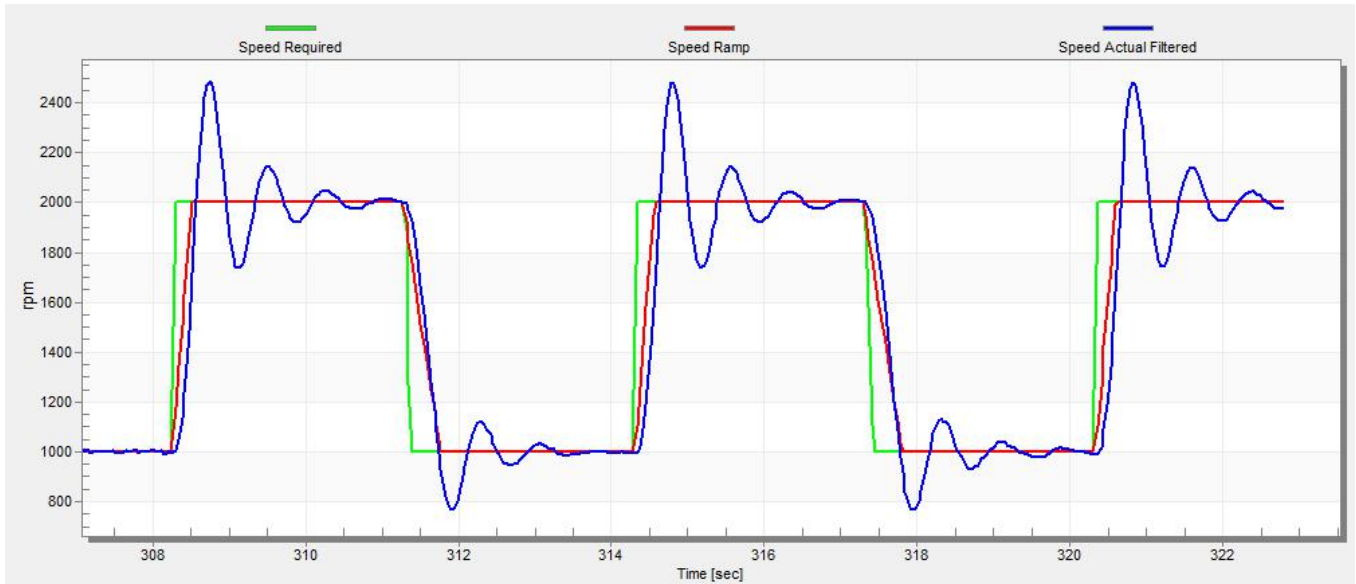

图33. 速度控制器响应— SL_Kp 值很低，速度实际滤波大幅度过冲
- “SL_Kp”值低，“Speed Actual Filtered（实际速度已滤波）”大幅度过冲，并且不需要长时间的稳定时间（请参见图33）。